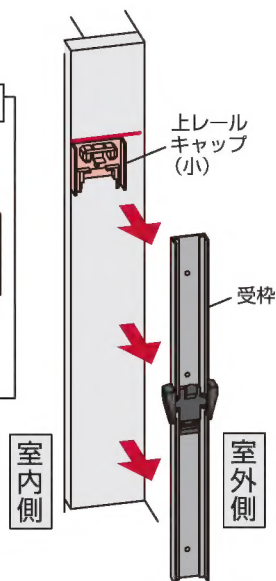

図2-2-2
②印を付けたら、「受枠」をいったん外してください。 (図 2-2-2)